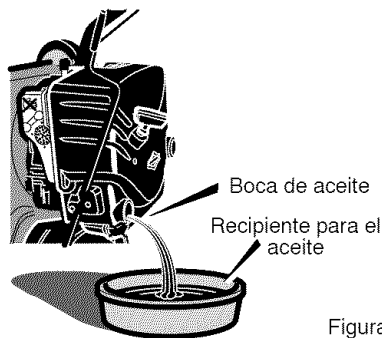

Figura 10
2. Coloque una **bandeja para drenar el aceite** debajo de la **boca de aceite** (Vea la Figura 10).